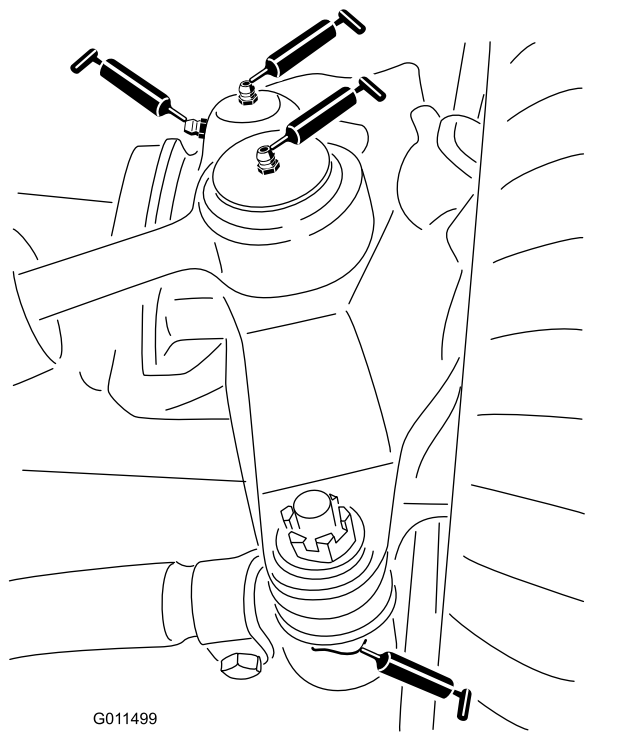

図 77
- ステアリングシリンダのボールジョイント 2ヶ所 図 77
- タイロッドのボールジョイント2ヶ所 図 77
- キングピンのブッシュ2ヶ所 (図 77)。